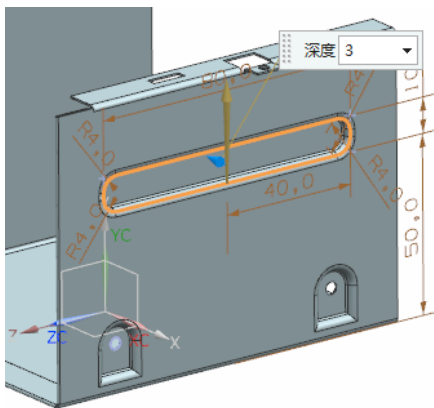

图 7-131 预览所创建的凹坑特征
(4) 单击“完成”图标，草图绘制完毕，视图区预览显示如图 7-131 所示的钣金件。